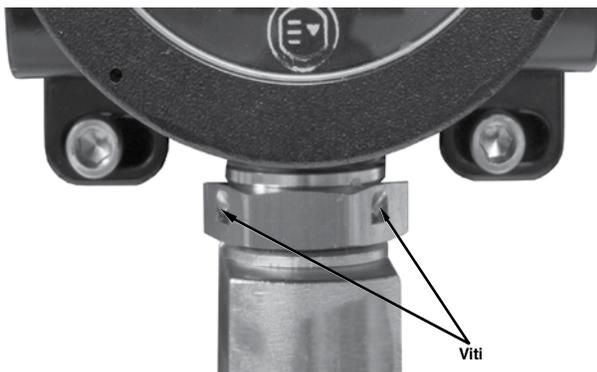

Figura 6—Posizione del dado di bloccaggio e delle viti (Solo modelli con filettatura metrica)
3. Serrare le viti (minimo due) per evitare il movimento del dado di bloccaggio. Vedere la figura 6.